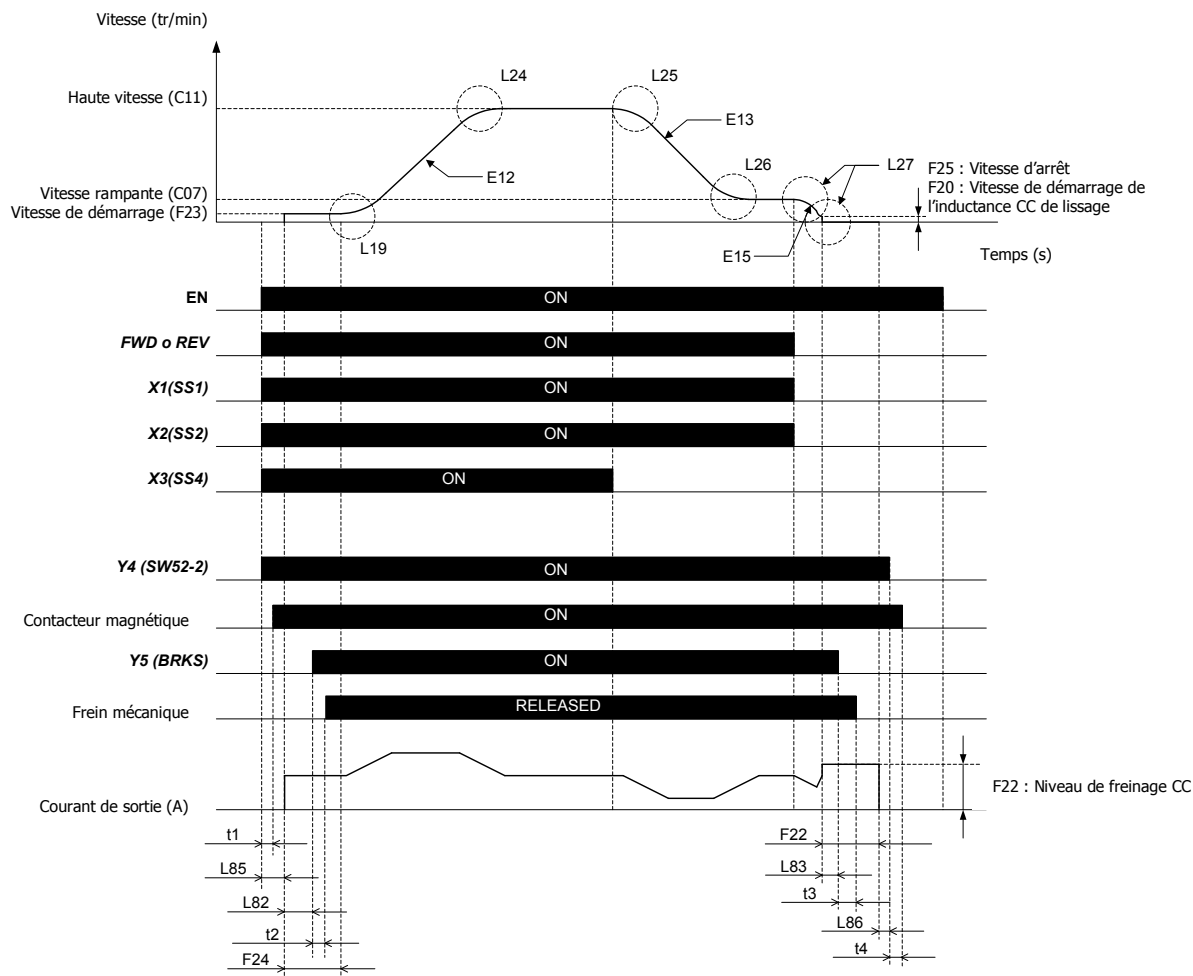

Figure 12.1 : Diagramme des séquences de signaux et des temps d'application en boucle ouverte.
La figure 12.1 présente un diagramme de durée complet ainsi que les séquences de signaux en cas d'application en boucle ouverte. Elle présente un déplacement standard pour un ascenseur à entrées numériques avec vitesse haute et vitesse rampante. Seuls les moteurs asynchrones peuvent être commandés en boucle ouverte pour un déplacement d'ascenseur standard.
- La figure 12.1 est un exemple de déplacement où les signaux des freins et du contacteur principal sont contrôlés par le variateur. Si ces signaux sont contrôlés par la commande de l'ascenseur, les durées peuvent varier.